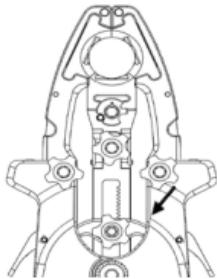

Figura 7
- Una vez que las hojas estén instaladas, aproxime la posición de las hojas volviéndolas a colocar en su posición neutral inicial (figura 7). *Nota: Cuando está en su posición neutral de inicio, las hojas deben formar un círculo completo en la base.*